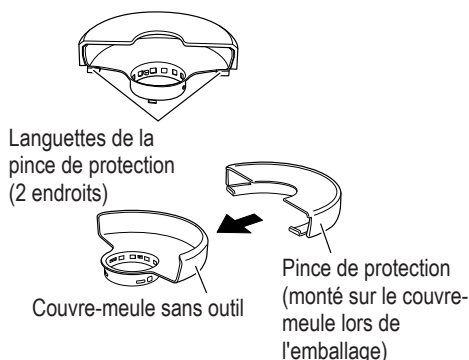

Fig. 9
3. Fixation et retrait de la pince de protection (Fig. 9)